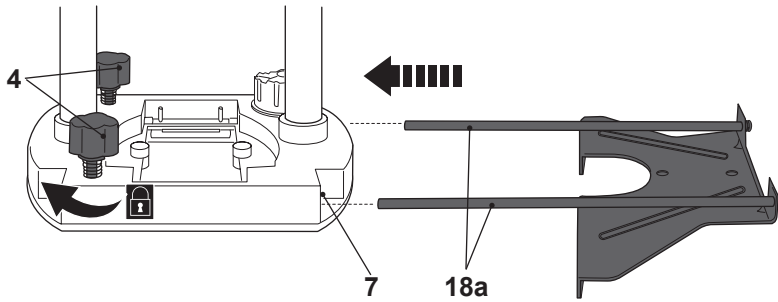

Fig. 8
- > Deslice los extremos abiertos de las varillas (18a) a través de los orificios en la base (7) (Fig. 8).